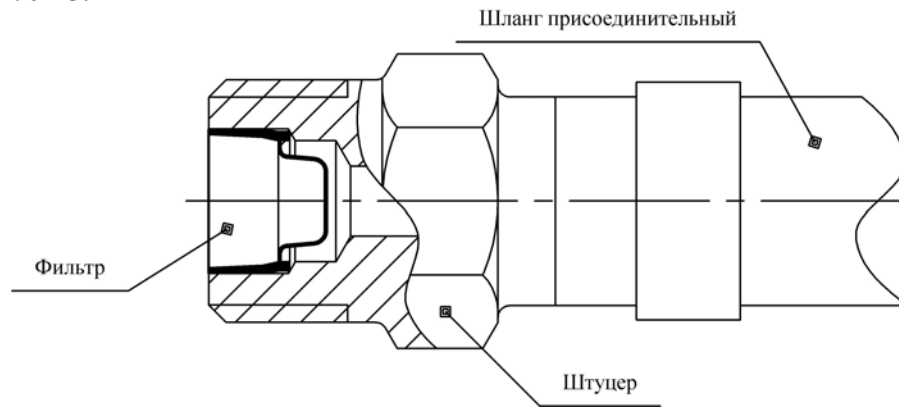

Рис. 1.
2) В плите предусмотрено два подвода газа, что позволяет производить установку гибкого присоединительного шланга, входящего в состав плиты, как справа, так и слева. Перед установкой присоединительного шланга необходимо проверить наличие и целостность фильтра установленного в штуцер газового шланга с наружной резьбой G1/2" (см. рис. 1). Штуцер завернуть в газовый кран на газопроводе, после чего закрепить газовый шланг на одном из подводов коллектора плиты при помощи прокладки и накидной гайки, сняв при необходимости заглушку. На другом подводе коллектора должна быть установлена заглушка.